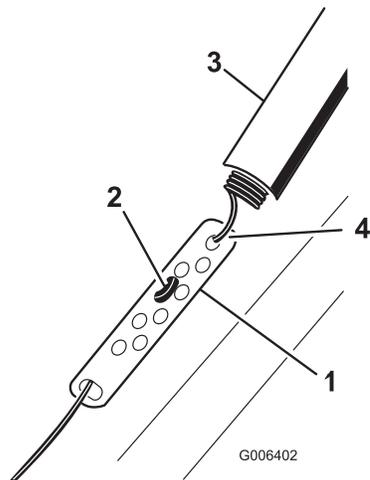

Figure 9
1. Remontez la protection du ressort et décrochez le ressort de la biellette de réglage (Figure 9).
2. Accrochez le raccord en Z à un trou plus haut ou plus bas sur la biellette de réglage de manière à obtenir un espace de 2 à 3 mm (1/16 à 1/8 po) entre la barre de commande et le guidon (Figure 9).